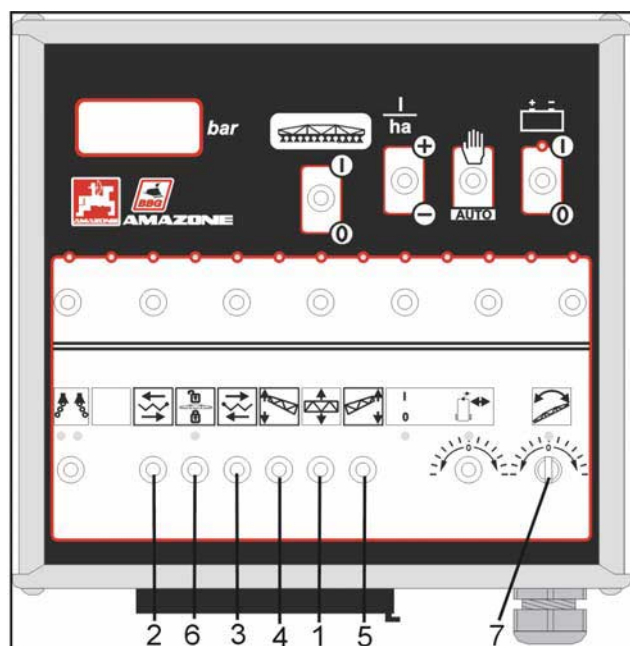

Fig. 8.49
- Tasterne (fig. 8.49/2 og 8.49/3) holdes i positionen "udklapning", indtil begge bomsektioner er klappet helt ud og indtil de enkelte bomsektioner er foldet helt fra hinanden. De enkelte cylindre låses, og bommen er i arbejdsstilling.
- Tasterne (fig. 8.49/4 og 8.49/5) holdes i positionen "afvinkling", indtil begge bomsektioner er klappet ned i vandret stilling.
- Tasterne (fig. 8.49/2 og 8.49/3) holdes i position "udklapning", indtil de enkelte bomsektioner er foldet helt fra hinanden. De enkelte cylindre låses, og bommen er i arbejdsstilling.
- Tasterne (fig. 8.49/4 og 8.49/5) holdes i positionen "afvinkling", indtil begge bomsektioner er klappet ned i **vandret** stilling.